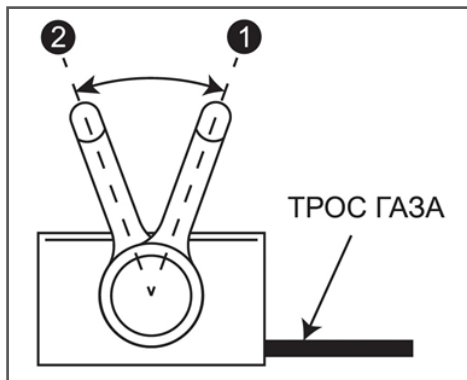

**Рис. 6 Крепление троса газа**
2. Вставьте Z-образный конец троса 1 в отверстие на рычаге управления оборотами двигателя, а оболочку троса 3 газа закрепите скобой крепления 2 (Рис. 6).
3. Отрегулируйте трос газа изменением положения точки крепления оболочки 2 троса газа относительно скобы крепления (Рис. 6).